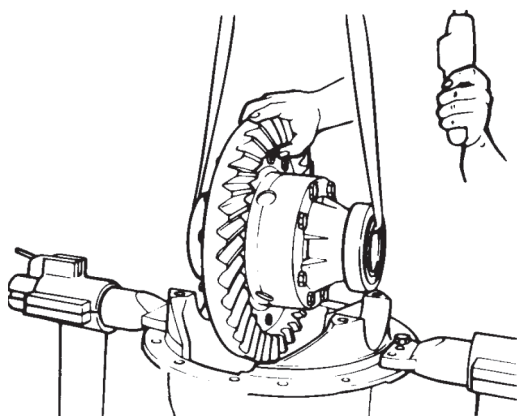

Figura 10
- E - Retire la caja de los satélites con seguridad y colóquela sobre un banco (figura 10).